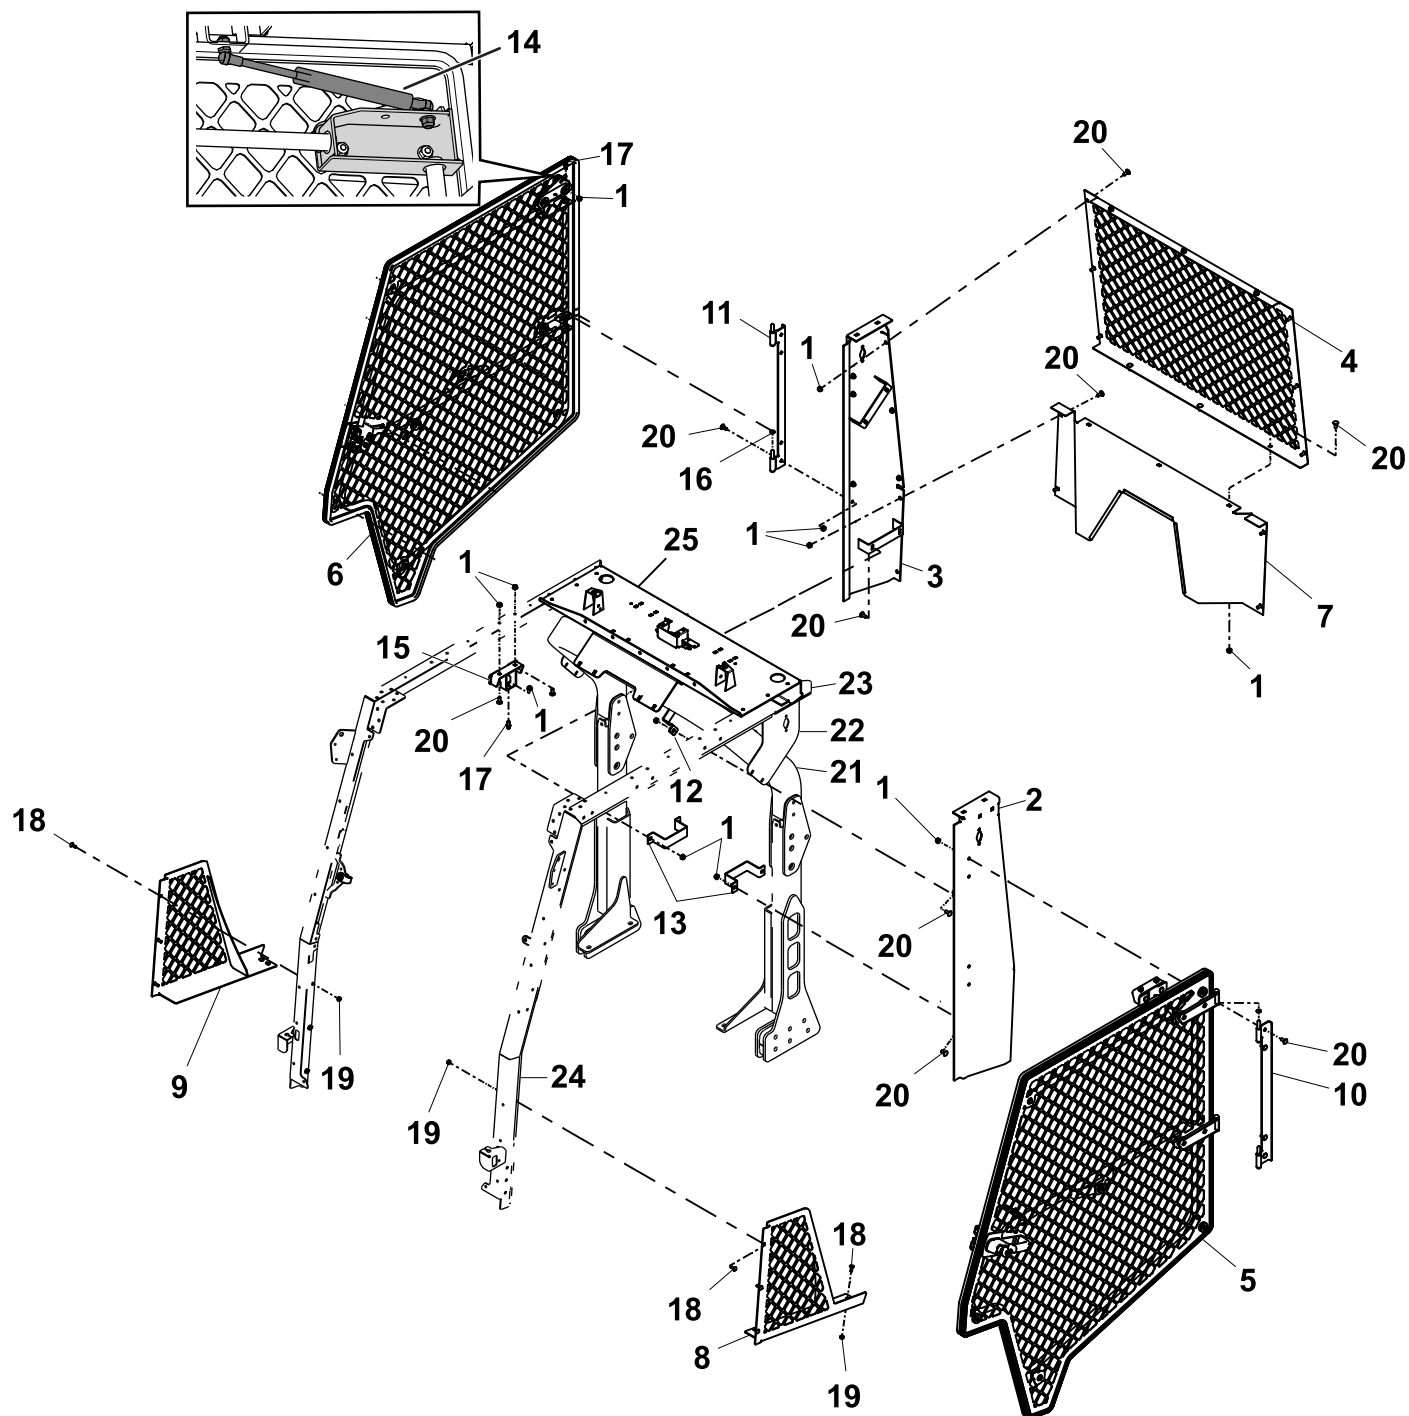

Figura 2
6. Se è stato installato una prolunga ROPS a 2 montanti sulla macchina, rimuovete i pannelli laterali utilizzati per montare le luci dei montanti ROPS (Figura 2).
Fate riferimento a Figura 2 mentre eseguite i seguenti passaggi.